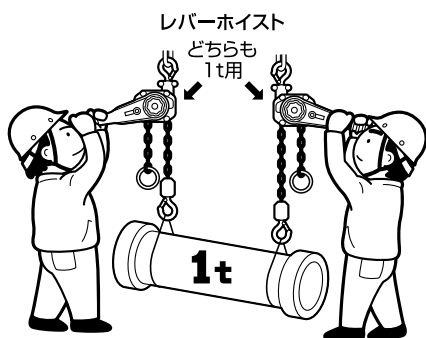
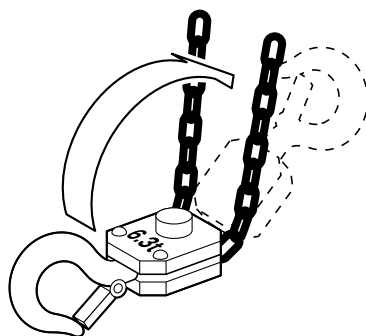

図10
図11
- (26) 本体に取り付けられた注意ラベルや銘板を外したり、不鮮明なまま使用しないでください。
- (27) 人間の手引き力以外での操作はしないでください。
- (28) 遊転操作時にロードチェーンを急激に引っ張らないでください。
- (29) 玉掛け用具はフックに正しく掛けてください。
- (30) 巻上げは、ロードチェーンまたは玉掛け用具が張ったところで一度停止してください。
- (31) 共づりする場合は、それぞれの1台のレバーホイストで、その荷をつれる定格荷重のものを使用してください。図10
- (32) 本体・ロードチェーンに砂などがたい積しないように常に清掃してください。
- (33) 作業に対し揚程が十分であることを確認してください。
- (34) ロードチェーンの掛け数が2本以上の場合は、下フックがロードチェーンの間をくぐってトンボと言う異常状態になっていないか確認してください。図11
- (35) ロードチェーンに油が付いているか確認してください。